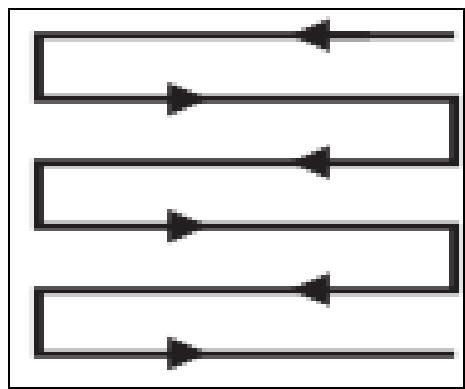

Fig. 9
- 6) Tondez en lignes avec un léger recouplement. La façon la plus efficace de tondre une pelouse est de faire des lignes parallèles à l'une des bordures : cela permet d'obtenir des lignes régulières et garantit que toute la pelouse est tondu sans oublier d'ilot. (Fig. 9).